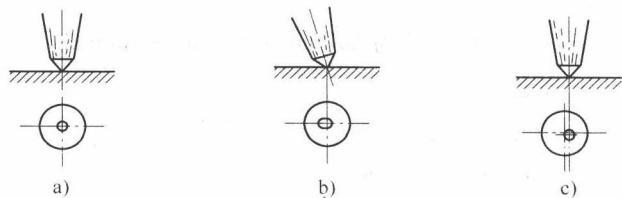

图 2-9 样冲点
**冲点要求：**位置要准确，中点不可偏离线条，如图 2-9 所示。在曲线上冲点距离要小些，如直径小于 20mm 的圆周线上应有四个冲点，而直径大于 20mm 的圆周线上应有八个以上冲点；在直线上冲点距离可大些，但短直线至少应有三个冲点；在线条的交叉转折处必须冲点。冲点的深浅要掌握适当，在薄壁上或光滑表面上冲点要浅，粗糙表面上则深些。